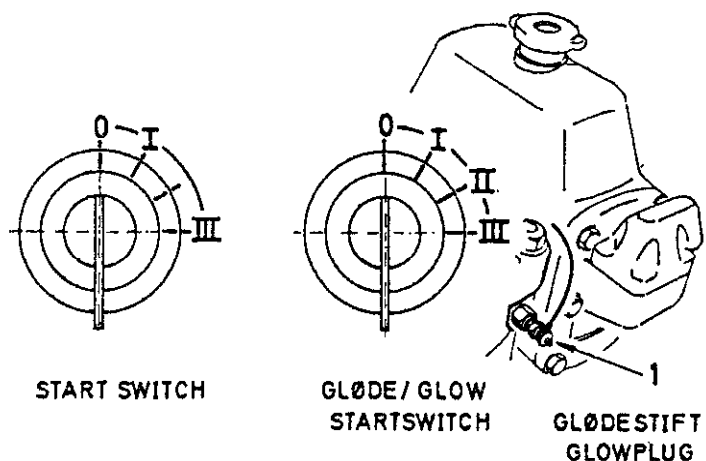

Fig. 30
3. 0 NØKKEL: Settes i (eller trekkes ut) (fig. 30).
- II GLØDING: Holdes innkoblet for gløding av plugger (1) i 20—40 sekunder.